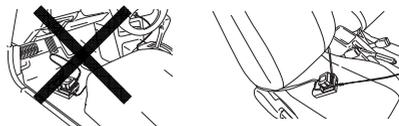

Fig. 18
- Sæt batteriopladeren ordentligt fast i bilen. Anvend den rem, der følger med batteriopladeren, til at fastgøre batteriopladeren og hindre den i at bevæge sig utilsigtet. (Se Fig. 18)